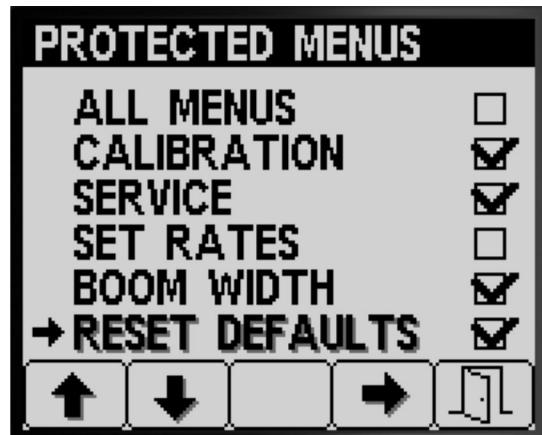

Bild 22
3. Drücken Sie Taste 1 oder 2, um auf die Menüoption zu navigieren, für die Sie den Schutz mit PIN-Code ändern möchten (Bild 22).
4. Drücken Sie Taste 4, um die Menüoption auszuwählen (Bild 22).
6. Drücken Sie Taste 5, um die Einstellung zu speichern, den Bildschirm GESCHÜTZTE MENÜS zu beenden und auf den DISPLAY-Bildschirm zu gehen (Bild 22).